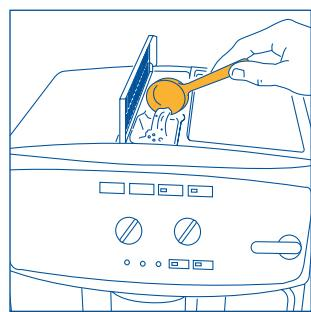

Fig. 19
- Løft det lille lokket i midten og før en skje forhåndsmalt kaffe inn i trakten (fig. 19), gå deretter fram som beskrevet i avsnitt 5.